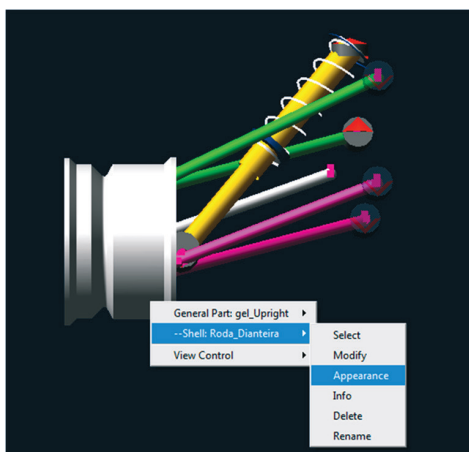

Figura 6.21 – Alterando a aparência da geometria importada.
- Para alterar a aparência (cor) da peça importada clique novamente com o botão direito do mouse sobre a geometria de interesse. Posicione o cursor do mouse sobre o nome dessa geometria e selecione o item *Appearance* (Figura 6.21).